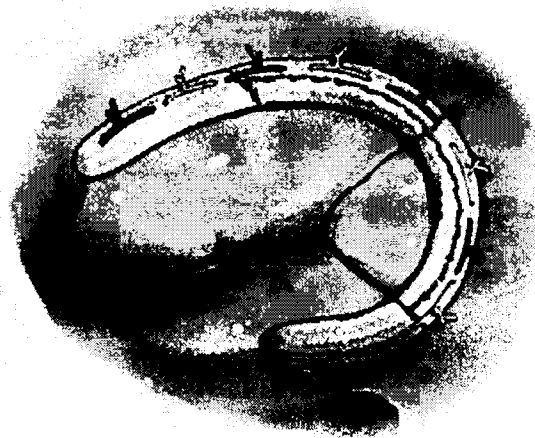

Figura 6
3. Ate todos los nudos alrededor del anillo de forma segura y corte la parte sobrante de los hilos de sutura (Figura 6).